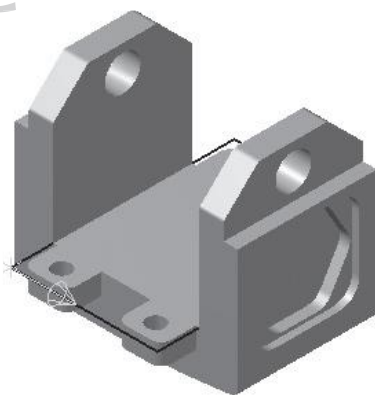

图 11-83 选择加工边界
1) 打开第 60 图层（上面加工）。选择【刀路】/【标准挖槽】命令，系统弹出【线框串连】对话框，以【实体】的形式选择如图 11-83 所示正六边形表面，单击【确定】按钮 。